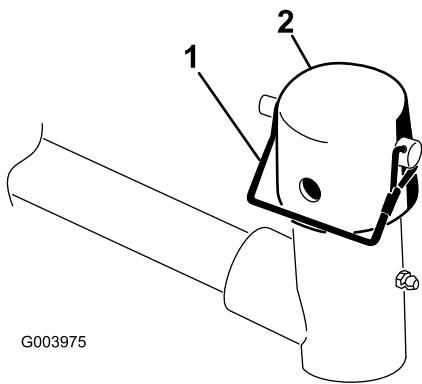

Figura 10
7. Togliete il perno di ritenuta e il cappuccio dalla forcella del braccio di sollevamento (Figura 10).
Nota: Per avere un elemento di taglio sterzante usate la fessura, oppure usate il foro se l'elemento di taglio deve essere bloccato (Figura 10).